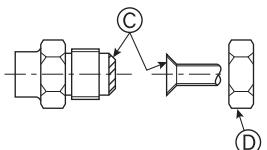

Fig. 4-8
Ⓐ (Fig. 4-8)
Ⓑ (Fig. 4-8)
4.4. Tubos de ligação (Fig. 4-8)